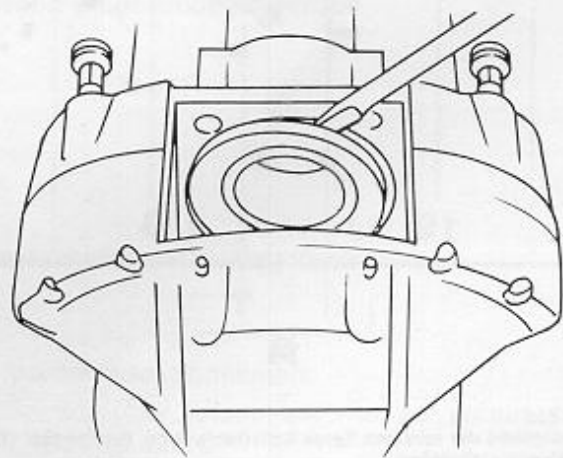

Bild 135
- Einen Schraubenzieher mit einer dünnen Klinge unter den Klemmring für den Staubschutzring des Kolbens einsetzen und den Ring abheben (Bild 135).